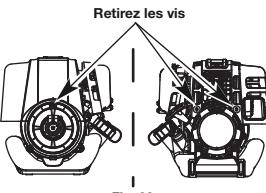

Fig. 33
- Déposez le couvercle du moteur (Fig. 33).